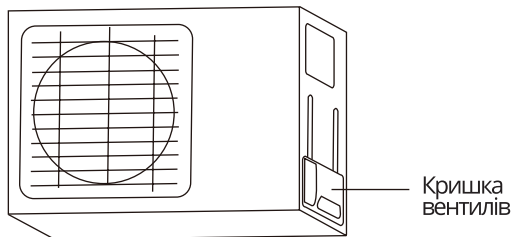

Рис. 5.9
1. Відкрутіть кришку сальникових вентилів збоку зовнішнього блоку. (Див. Рис. 5.9)